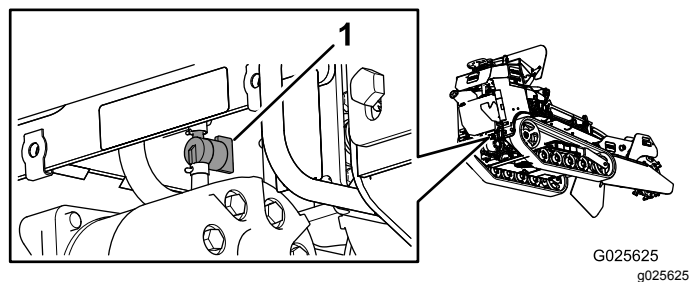

図 41
4. 燃料バルブを閉じる **図 41**。
5. 燃料バルブについているホースのエンジン側のホースクランプをゆるめて、バルブから離れた位置に移動させる **図 41**。
6. 燃料ラインをバルブから抜き取る **図 41**。